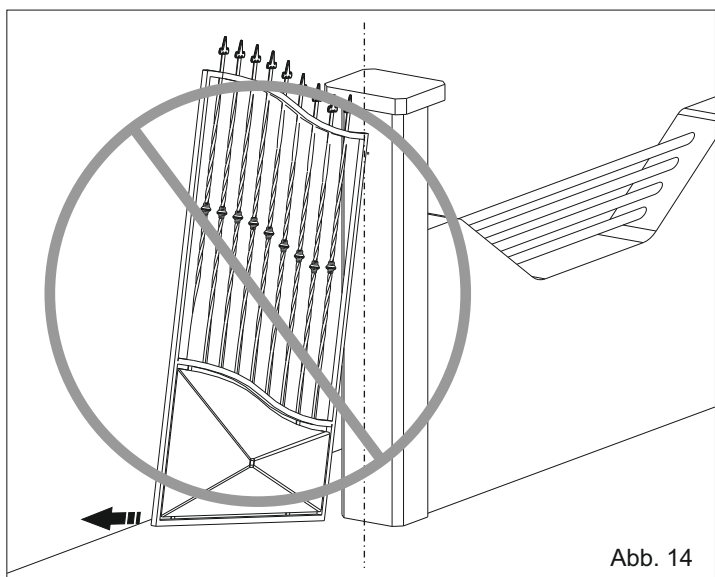
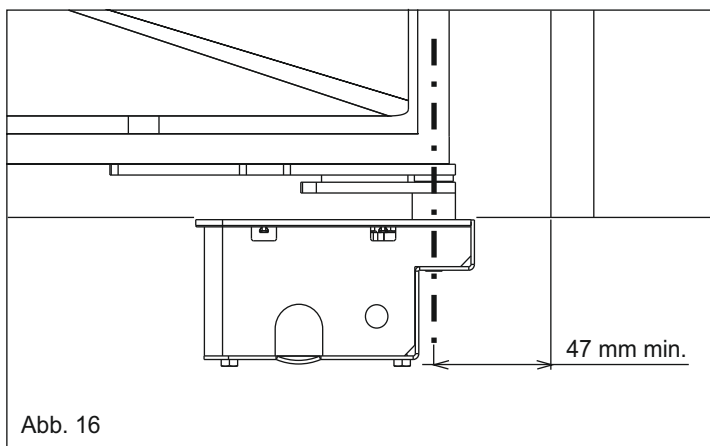

Abb. 14
Abb. 16
3.3. Die Flügel innerhalb der Achsen (Abb. 14 und 15) positionieren, die Welle muss mit der Rotationsachse des Scharniers übereinstimmen, den Mindestabstand von 47mm von der Säule berücksichtigen (Abb. 16).